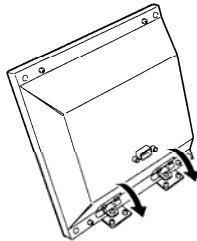
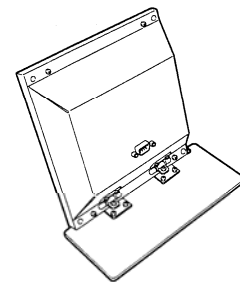

図 2
図 3
- (5) 操作パネル用目隠し板をねじ4個で固定します
- (6) 取り出した操作パネルに操作パネル取付台を取り付けます。取付は、ヒンジを開いた状態で行います。(図2、図3)
- (7) 付属の六角ナットを操作パネルのねじに取り付けます。
- (8) 付属のケーブルにて操作パネル背面のコネクタと本体背面パネルの **CONTROLLER** コネクタ (3.2項参照) とを接続します。
- (9) セパレートでお使いの場合は付属のキャップ (小) は使用しません。
- (10) 操作パネルを使用し易い角度に調整して、ご使用下さい。